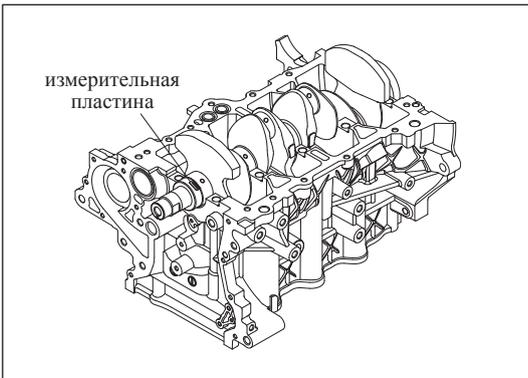

Рис. 13-3-11. Измерение масляного зазора коренной шейки
⑤ Снять крышки коренных подшипников.
⑥ Измерить ширину раздавленных пластиковых пластин в самом широком месте при помощи измерительной линейки, отпечатанной на упаковке пластин, чтобы получить значение масляного зазора коренных шеек, см. Рис. 13-3-11.